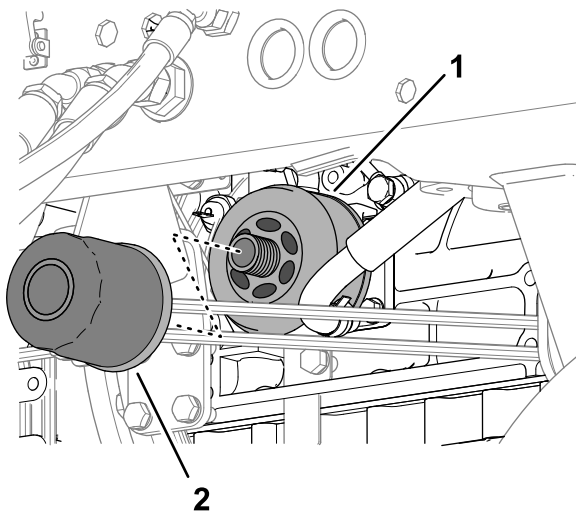

Figura 126
1. Rotiți filtrul de ulei în sens invers acelor de ceasornic pentru a-l înlocui (Figura 126).